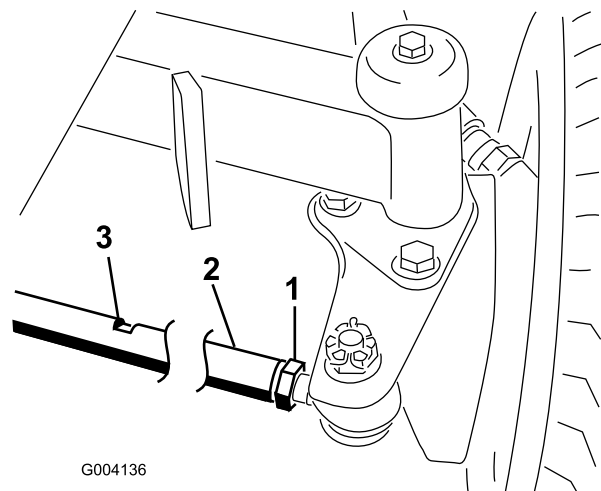

Рисунок 107
1. Ослабьте контргайку с каждой стороны соединительной тяги (Рисунок 107).